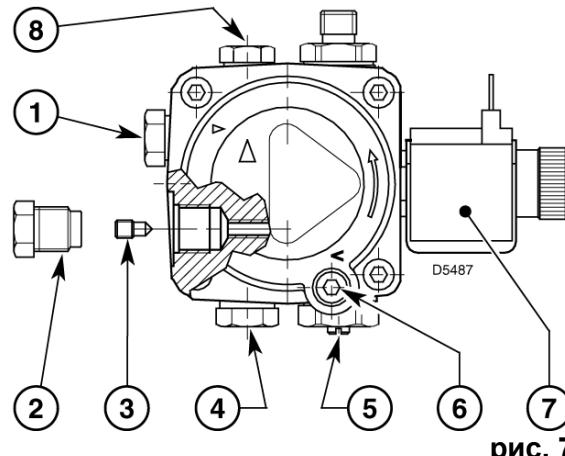

рис. 7
- Насос предназначен для двухтрубной схемы. Если вы хотите сделать однотрубную схему, необходимо вывинтить пробку обратного трубопровода (2), отвинтить винт байпаса (3) и потом снова закрутить пробку (2) (Смотри рисунок 7).
В системе, изображенной на рисунке 6 достаточно ослабить штуцер вакуумметра (6, рис. 7) и подождать, пока не начнет выходить топливо.
В системе, изображенном на рисунке 8 достаточно ослабить штуцер вакуумметра (6, рис. 7) и подождать, пока не начнет выходить топливо.
Насос настраивается на заводе на 12 бар. Для того, чтобы изменить настройки, поверните винт (5, рис.7, стр. 5).